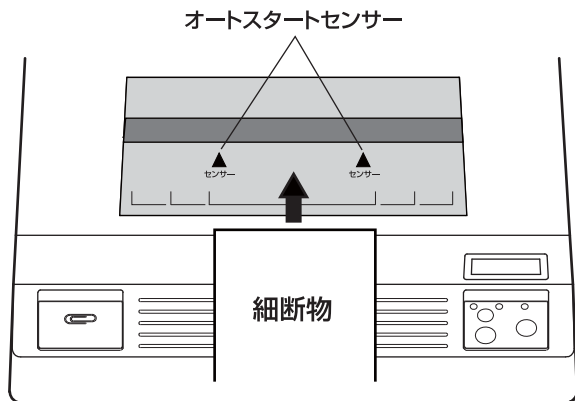

図8 細断物の投入方法
P13 図8 参照
- ☆何も操作をせずに一定時間経過しますと、自動的に全ての電源がOFF(待機電力ゼロ機能)になります。再度スタートスイッチ⑱を押すと2の状態に戻ります。
- 5.再度、細断物を投入するとオートスタートセンサー⑳が細断物を検知して細断を開始し、細断物が無くなると自動的に停止します。 **図8 参照**